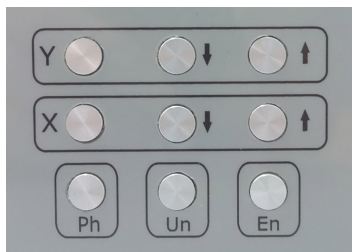

Рисунок 6.6
6.19. Панель управления режимами работы установки (рис. 6.6) содержит: